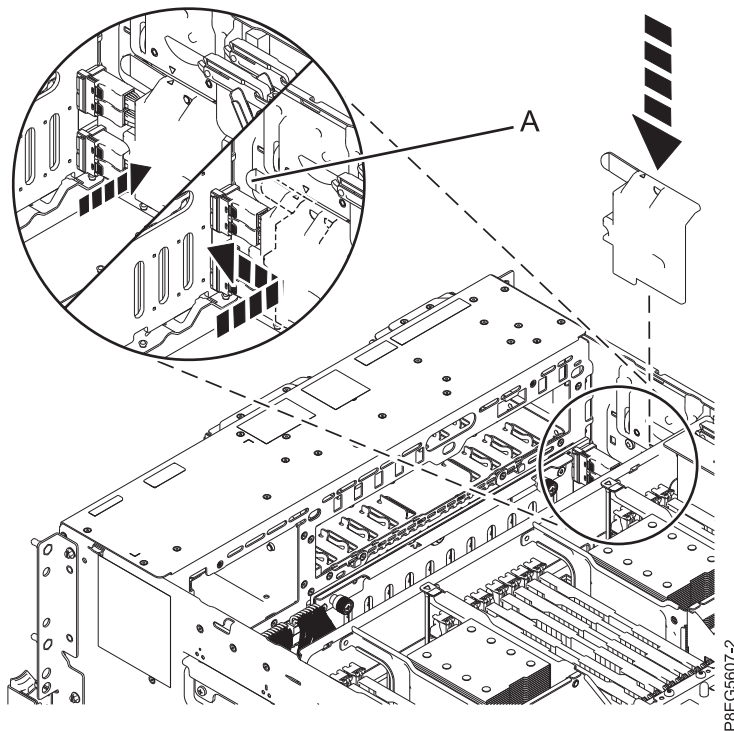

Figura 20. Cómo volver a colocar la cubierta del cable SAS
7. Vuelva a colocar la cubierta del cable SAS. Coloque las ranuras de la cubierta en las patillas del lado del chasis. El símbolo de triángulo en la cubierta del cable SAS se alinea con el símbolo de triángulo en la parte lateral del chasis cuando las ranuras de la cubierta y las patillas se alinean correctamente. Empuje la cubierta hacia la parte frontal del sistema hasta que el asa (A) encaje en su sitio. Consulte la Figura 20.